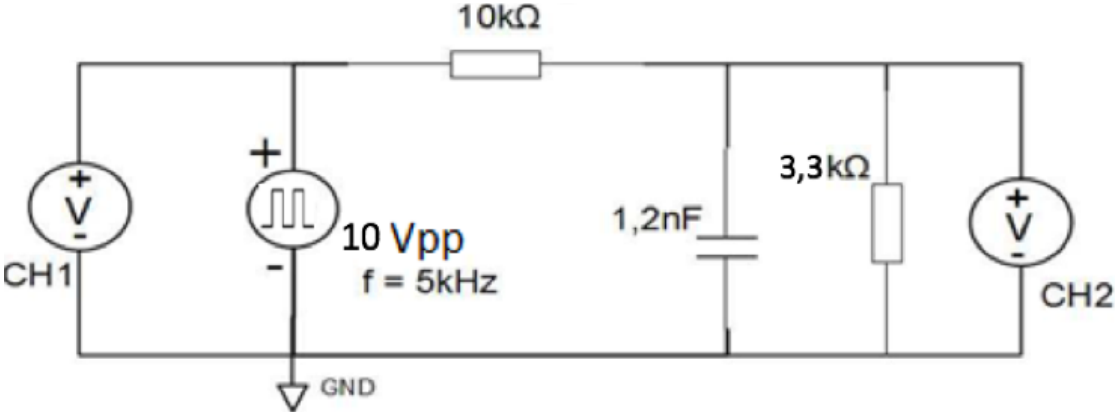

Fig. 12
11. Ripetere il punto 9 al circuito sotto riportato (fig. 12). Commentare i risultati ottenuti.